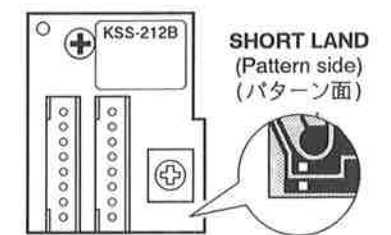

Fig. 3-2
- LD terminals are factory-strapped before shipment to protect LD from electrostatic discharges during transportation. (Fig. 3-2) After connector insertion, unstrap the LD terminal with a soldering iron. The temperature of the soldering iron tip must be 320°C or below (30W) and the unstrapping should be performed quickly.
- LD の端子は、出荷時に輸送による静電破壊防止のためショートされています。(Fig. 3-2) ショート部の解放はコネクターを差し込んだ後、半田ゴテで行なってください。